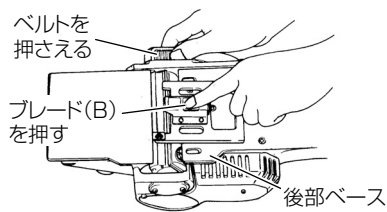

図 21
刃高調整定規のプレート (B) を指で「ボン」と押し、刃高調整定規は後部ベースに強く吸い付きます。(図 21)